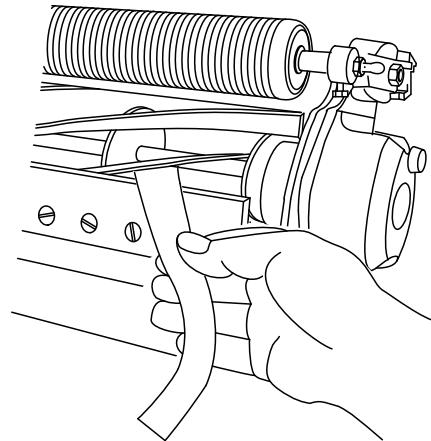

图 11
- B. 在滚刀与底刀之间插入一长条剪切性能纸要与底刀垂直图 11 然后缓慢向前旋转滚刀此操作应能切断性能纸如果不能请重复步骤 A 和 B 直至切断为止。
11. 在滚刀与底刀之间插入一长条剪切性能纸 Toro 零件号 125-5610 纸要与底刀垂直图 11 然后缓慢向前旋转滚刀此操作应能切断性能纸如果不能将每个底刀架调节螺栓都顺时针旋转 1 格直至切断为止。